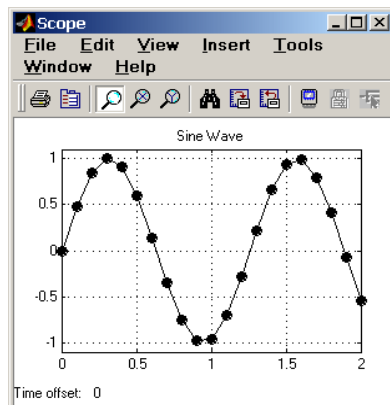
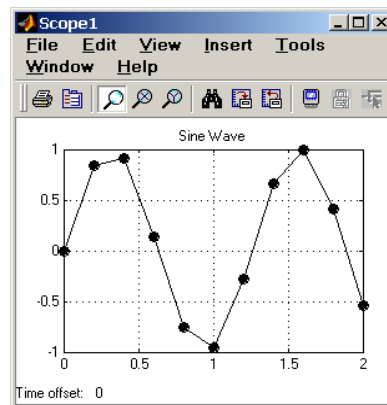

Рис.2.20
Рис.2.21
*Sampling* — установка параметров вывода графиков в окне. Задаст режим вывода расчетных точек на экран. При выборе *Decimation* кратность вывода устанавливается числом, задающим шаг выводимых расчетных точек. На рис. 2.20 и 2.21 показаны графики синусоидальных сигналов рассчитанных с фиксированным шагом **0.1** с. На рис. 2.20 в окне блока **Scope** выводится каждая расчетная точка (параметр *Decimation* равен **1**). На рис. 2.21 показан вывод каждого второго значения (параметр *Decimation* равен **2**). Маркерами на графиках отмечены расчетные точки.